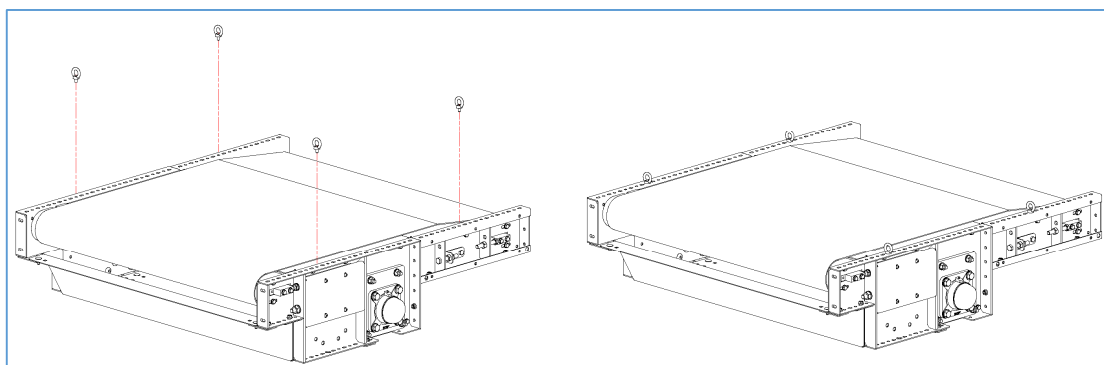

Figura 42 – Inserimento dei golfari
2. Avvitare i golfari appropriati (M8) sulla parte superiore del telaio con fori. (vedi Figura 42)